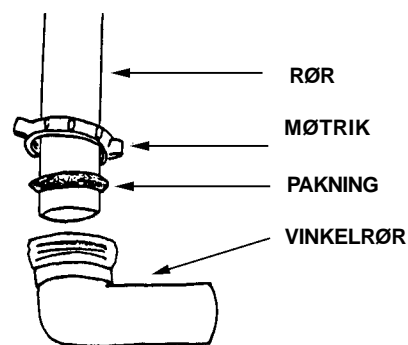

Fig. 1a
2. Omløbermøtrik og pakning trækkes op over røret (fig. 1a).